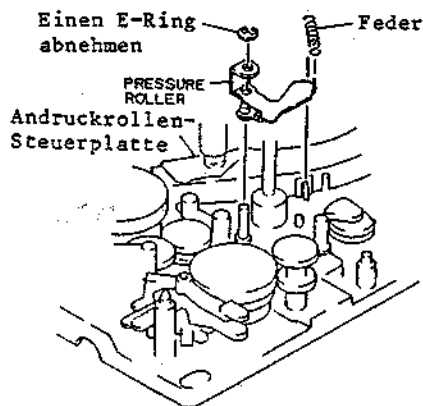

Abb. 2-94 Ausbau der Andruckrollen-Steuerplatte
### 3-42 Ausbau der Andruckrollen-Steuerplatte (Abb. 2-94)
7. Die zwischen der Andruckrollen-Steuerplatte und dem Chassis angeordnete Feder abnehmen (siehe Abb. 2-94).
8. Einen (1) E-Ring, mit dem die Andruckrollen-Steuerplatte befestigt ist, abnehmen.